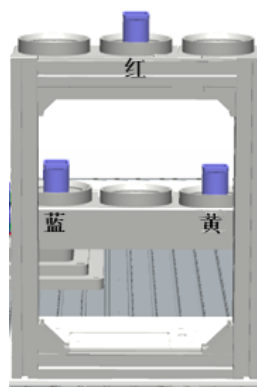

图 11 电机成品入库位置
(1) 抓取直口手爪工具：系统复位完成且工件准备完毕后，按下桌面绿色启动按钮，工业机器人从工作原点自动抓取直口手爪工具，抓取完成后工业机器人返回工作原点；
(2) 电机外壳装配：工业机器人自动抓取立体库或旋转供料单元上的一个电机外壳，并搬运到处于水平状态的变位机上，定位气缸推出固定电机外壳工件（先抓取立体库上的电机外壳，再抓取旋转供料单元上电机外壳。旋转供料单元上的电机外壳抓取时，需要先顺时针检测工件，再运行至自定义抓取位置停止）；
(3) 变位机面向机器人一侧旋转：电机外壳固定完成后，变位机自动面向工业机器人一侧旋转 20° ，使变位机处于电机转子和端盖装配状态；
(4) 电机转子装配：工业机器人自动抓取一个电机转子，并装配到变位机上的电机外壳中；
(5) 电机端盖装配：工业机器人自动抓取一个电机端盖，并装配到变位机上的电机转子上；
(6) 变位机背向机器人一侧旋转：工业机器人抓取直口手爪工具后，变位机自动背向工业机器人一侧旋转 20° ，使变位机处于电机成品下料状态；
(7) 电机成品入库：变位机处于下料状态后，工业机器人自动抓取电机成品（电机外壳、转子和端盖颜色必须相同），并将电机成品搬运到立体库指定位置上，如图 11 所示。